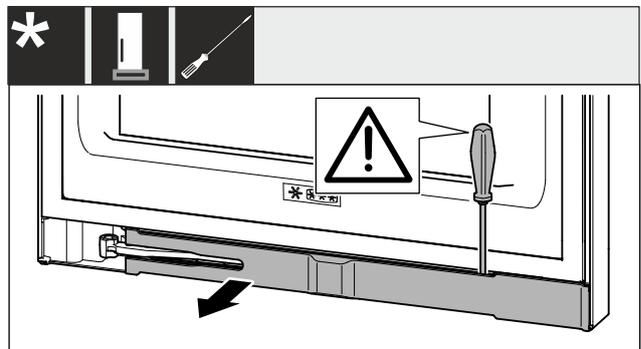

Fig. 4
► Blende mit Schlitzschraubendreher ausrasten und zur Seite schwenken *Fig. 4 ()*.